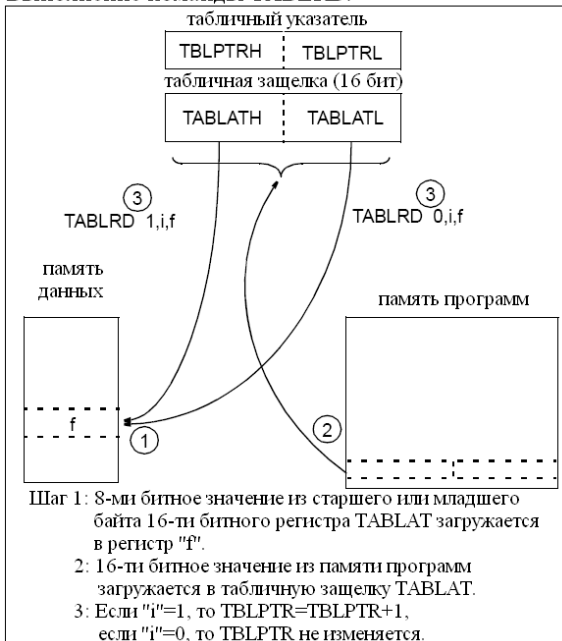

Рис. 22 Выполнение команд чтения/записи таблиц
**Рис. 22** показывает выполнение этих 4 команд. Шаги показывают последовательность операций. Память программ может быть как внутренней, так и внешней (для режима «микропроцессор» или «расширенный микроконтроллер»).